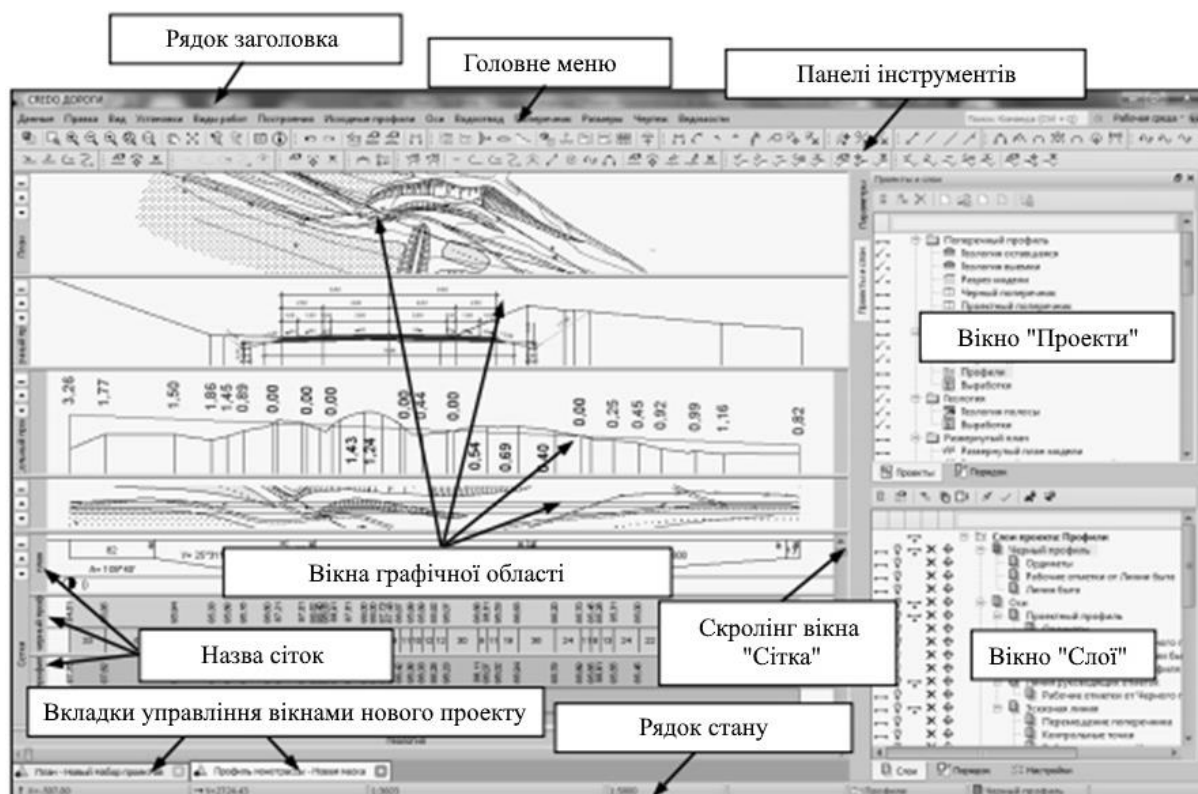

Рисунок 17 – Загальний вигляд вікна «Профіль»
– при переході в профіль автоматично, без будь-яких додаткових налаштувань, формується підвікно «План», в яке передаються всі видимі елементи моделі з плану генерального (рисунок 17).